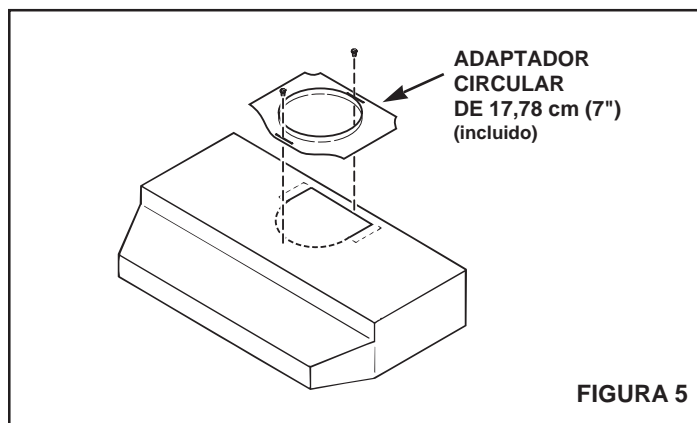

FIGURA 5
2. **Para una instalación de descarga circular de 17,78 cm (7"),** refiérase a la **FIGURA 5.** Asegure el adaptador de 17,78 cm (7") (incluido) al tope de la campana usando los tornillos provistos. Instale regulador redondo de 17,78 cm de diámetro (Modelo 895, se compra por separado).